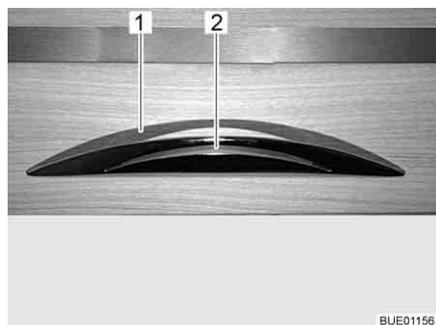

Fig. 40 Trampa de mueble con tirador de desbloqueo
- Presionar el tirador de desbloqueo (Fig. 40,2) y mantenerlo presionado.
- Tirar del tirador de desbloqueo (Fig. 40,1) hasta que la trampa de mueble esté abierta.